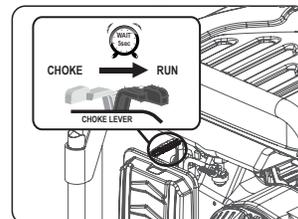

Fig 16
- Deje que el motor funcione durante varios segundos y luego poco a poco, mientras se calienta el motor, deslice la palanca del estrangulador hacia la posición "RUN" hasta que el cebador se deslice completamente en la posición "RUN". (vea Fig. 16)